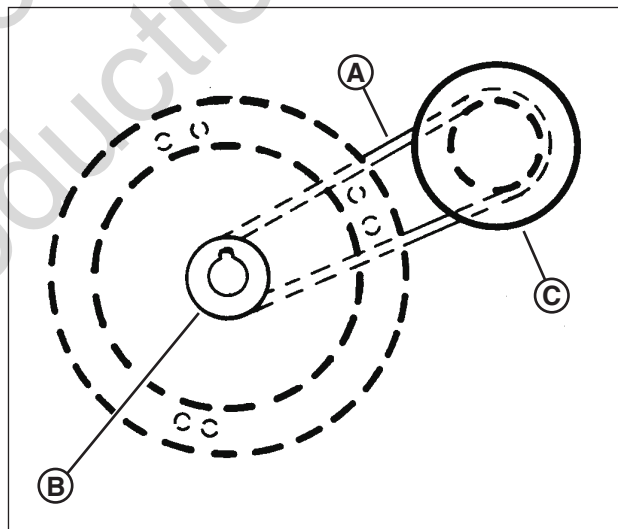

Figure 34: Parcours de la courroie d'entraînement du moteur
Sur les modèles autopropulsés, la courroie moteur (**A, Figure 34**) transmet la puissance de la poulie du moteur (**B**) au disque d'entraînement (**C**). Le disque d'entraînement alimente la courroie en V laquelle engage la transmission qui alimente les roues arrière. Si ces courroies s'usent, elles peuvent glisser et affecter la performance de la tondeuse.
2. Remarquez le parcours de la courroie (**Figure 34**). Il n'y a pas de galet tendeur sur ces modèles.